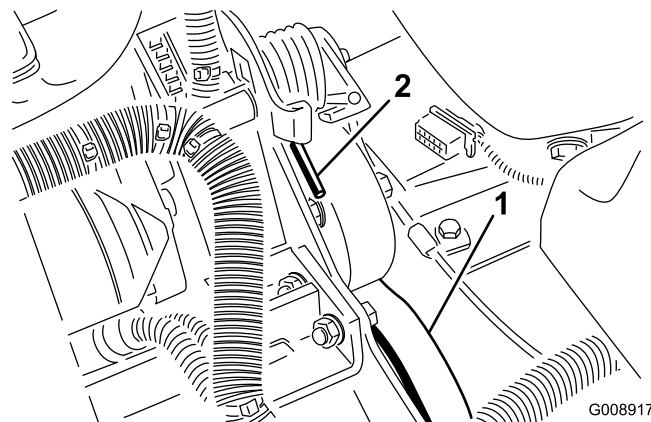

Figura 56
2. Empurre a mola para a frente e para trás (Figura 56) para a desprender do apoio e libertar a tensão da mola.